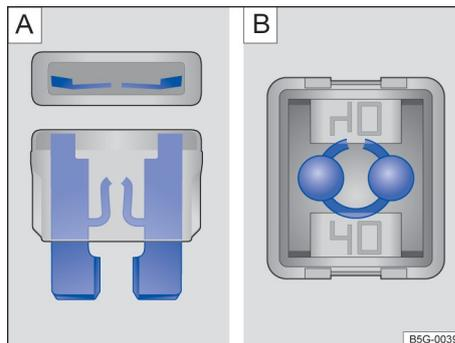

Рисунок 124. Перегоревшие предохранители: плоский предохранитель A, блочный предохранитель B.
- Перегоревшие плоские предохранители (ATO®, MINI®) можно определить, наблюдая за состоянием плавления металлического листа внутри прозрачного корпуса, закрывающего металлический лист сверху и сбоку → Рисунок 124 A.
- Предохранитель блочного типа (JCASE®) можно определить по верхней части прозрачного корпуса, чтобы увидеть, не перегорел ли он. → Рисунок 124 B.